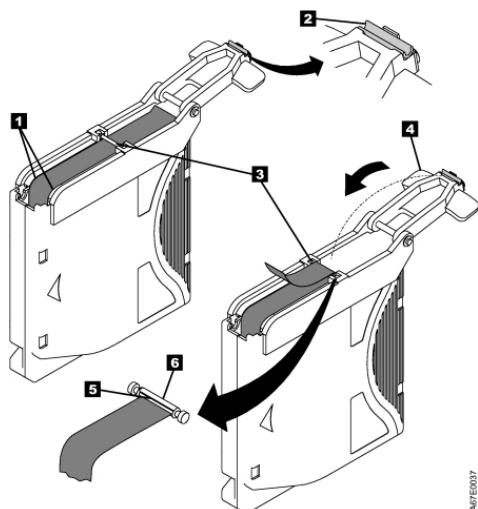

Figura 41. Acoplamiento del eje de guía al cartucho.
7. Coloque la cinta en la ranura de alineación de la herramienta de acoplamiento del eje de guía (vea el elemento **1** en la Figura 41 en la página 150).
**Atención:** para impedir que el eje de guía se enrolle en el cartucho, en este paso, cuando doble la cinta sobre el eje, actúe con precaución. Doble la cinta sobre el eje de guía y sujétela con los dedos (vea la Figura 41 en la página 150).